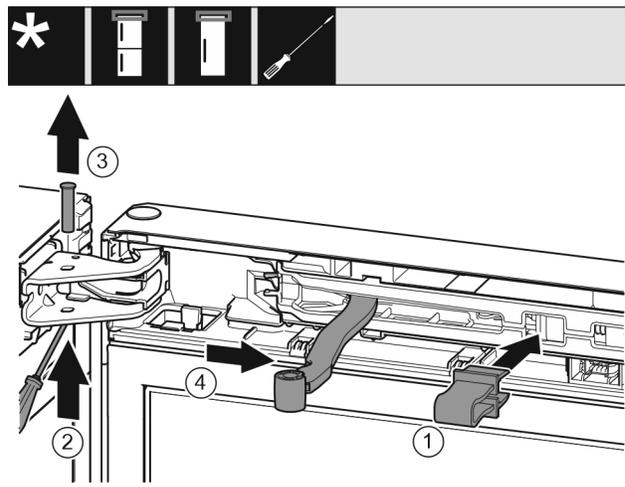

Fig. 5
- ▶ Introduire l'arrêtior dans l'ouverture. Fig. 5 (1)
- ▶ Desserrer le boulon avec un tournevis. Fig. 5 (2)
- ▶ Sortir le boulon par le haut. Fig. 5 (3)
- ▶ Tourner l'articulation en direction de la porte. Fig. 5 (4)